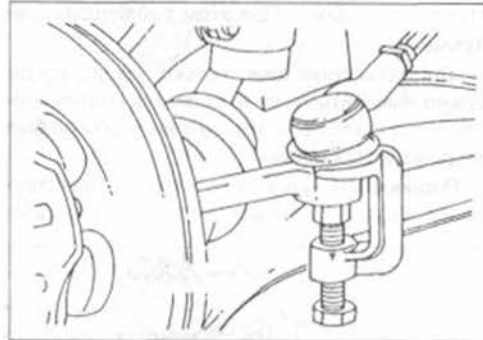

Рис.185.
- Отвинтить гайки шарового шарнира поперечной рулевой тяги с нижней стороны рычага поворотного кулака, пока поверхность гайки не будет ограничена концом резьбового болта. Установить устройство для отжимания болта с шаровой головкой, как показано на рис.185, и убрать соединение болта. Крепко сидящий болт с шаровой головкой освободить коротким, сильным ударом молотка против рычага поворотного кулака, после того как был сильно затянут винт съёмника.